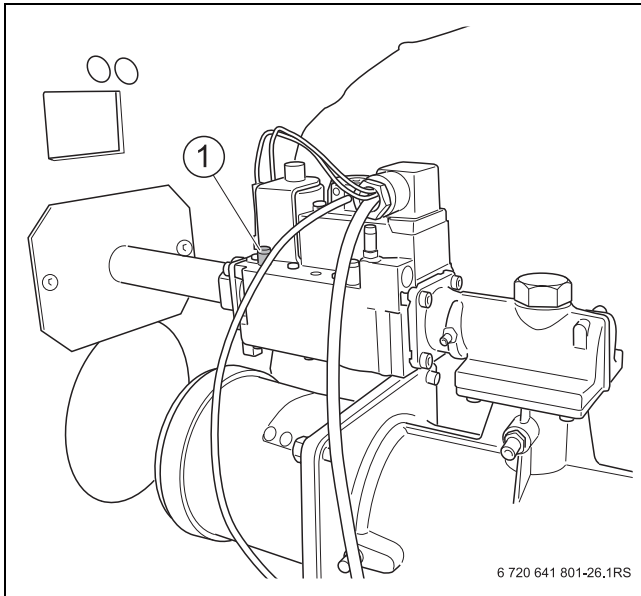

Bild 31 Gasleitung entlüften (Kesselgröße 90/120 kW)
- ▶ Verschlusschraube des Druckmessnippels für Gas-Anschlussdruck und Entlüftung (→ Bild 31, 32, 33 [1]) um zwei Umdrehungen lösen und Schlauch aufstecken.